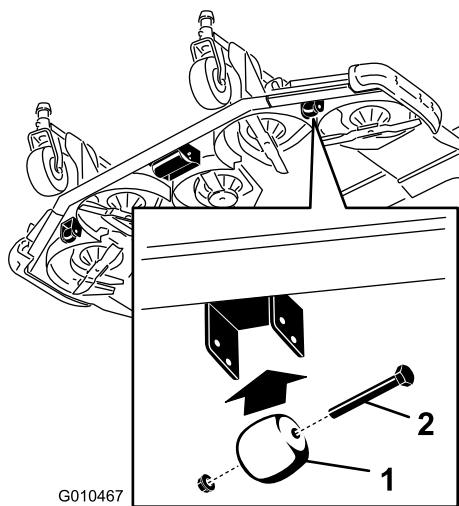

Figure 31
1. Retirez le boulon et l'écrou qui fixent l'axe de galet au support du plateau de coupe (Figure 31).
1. Enlevez le boulon et l'écrou qui fixent la roue de jauge aux supports du plateau de coupe (Figure 31).